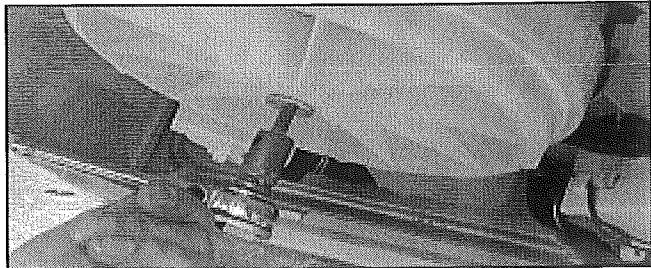

FIGURA 4
8. Usando un destornillador de cabeza hexagonal de 1/4", quite el perno del rotor y el rotor. Vea la *Figura 4*.